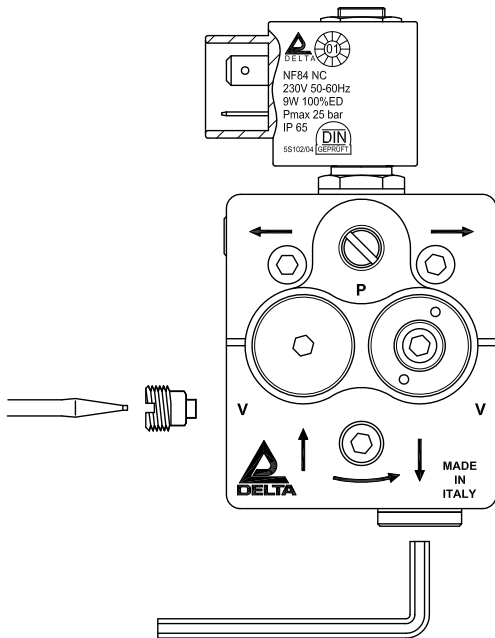

Fig. 1
- Entfernen Sie den 1/4" Stopfen vom Rücklaufanschluss mit einem 6 mm Innensechskantschlüssel (Fig. 1).
- Setzen Sie in den Rücklauf einen 1/4" Stopfen und ziehen Sie ihn fest (Fig. 1).